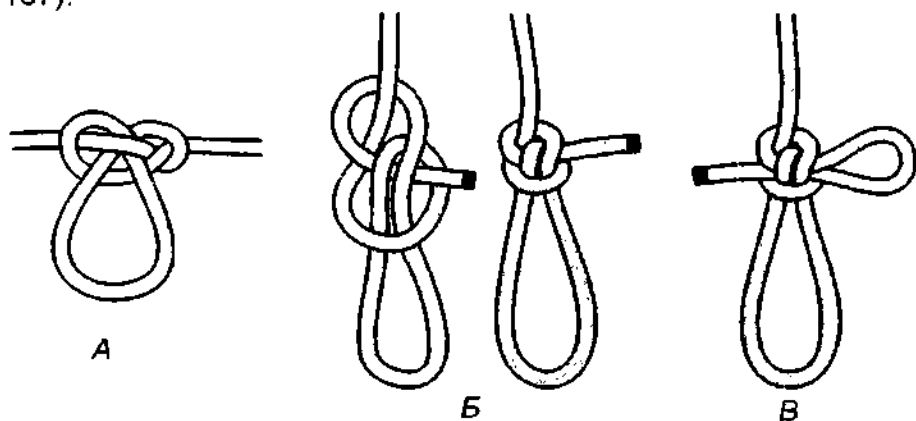
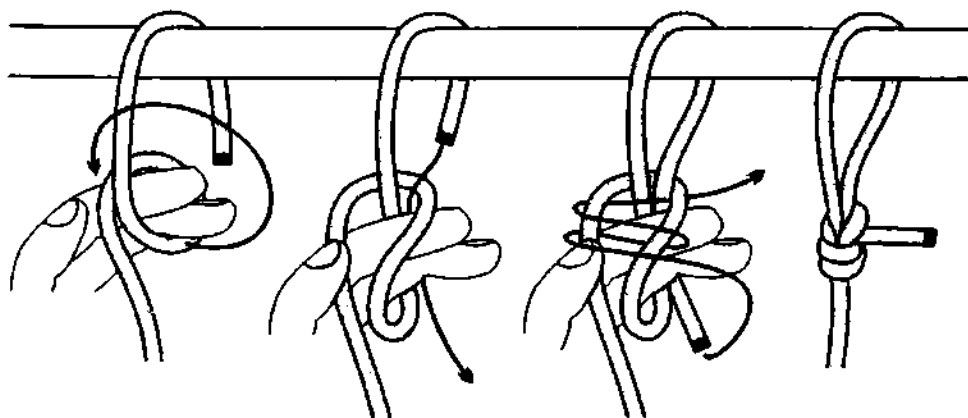

Рис. 166. Две формы бурлацкой петли. А – срединная бурлацкая петля; Б – концевая бурлацкая петля – строповая петля; В – быстро-развязывающаяся строповая петля.
Рис. 174. 3-й способ вязки *строповой петли*. С помощью этого способа верёвка может быть привязана к замкнутой опоре.
*Бурлацкая петля* имеет две формы (рис. 166). Узел первой формы (А) обычно вяжется на середине верёвки.
Рис. 174. 4-й способ вязки *строповой петли*. Завязывание *строповой петли* со шлагом и с тремя шлагами. Этим способом *строповую петлю* можно завязать на замкнутой опоре. Если в конце вязки ходовой конец пропустить петелькой, получится *быстроразвязывающаяся строповая петля* (рис. 166 В). С первого взгляда схема завязывания может показаться сложной, но на самом деле петлю таким способом